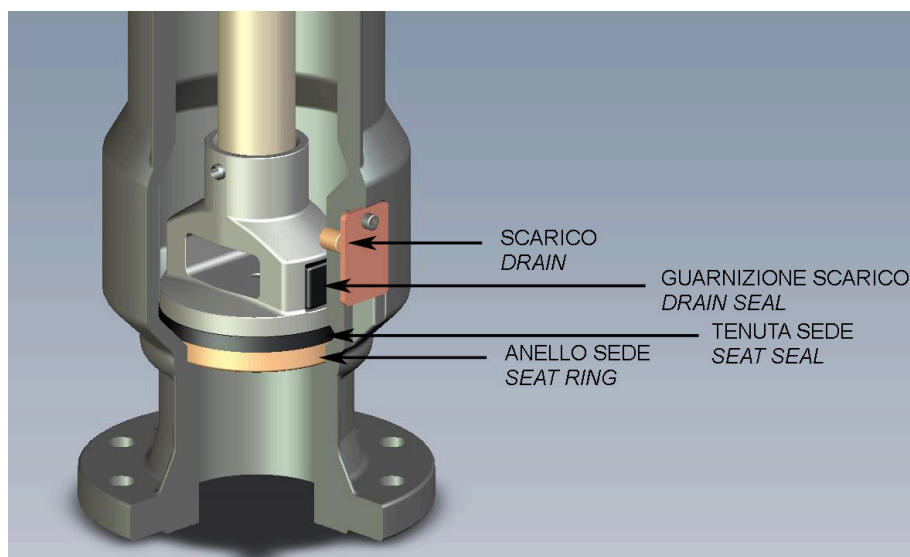

Fig. 4
**Informazione importante in merito alla tenuta dell'idrante (vedere fig.4).**
**Important remark about hydrant tightness (see fig.4).**